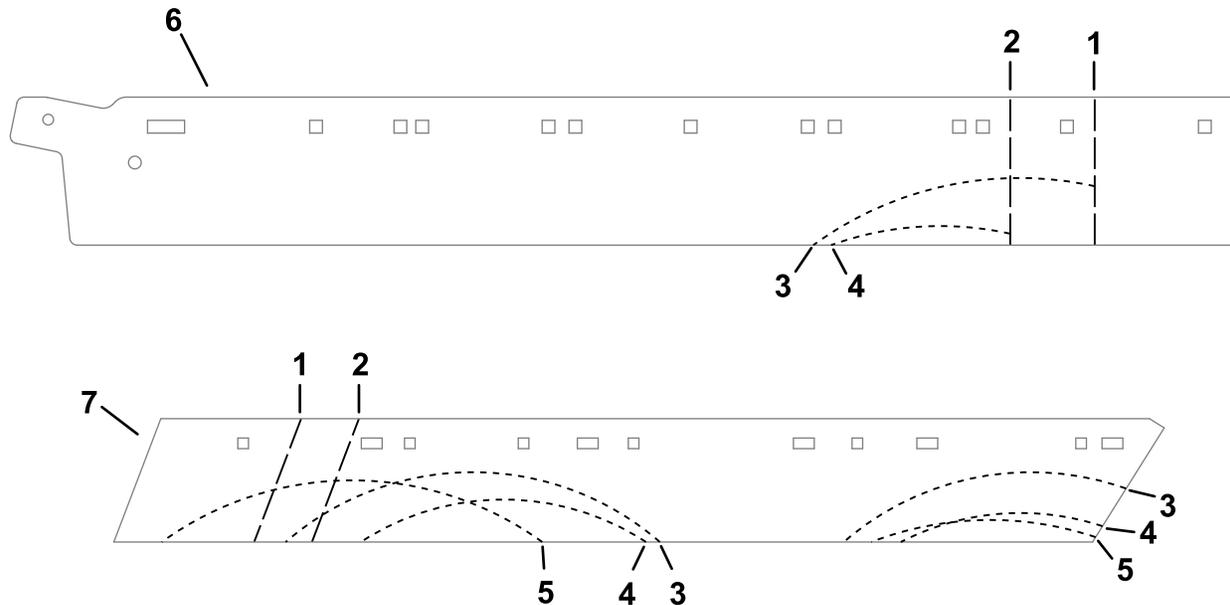

Figure 1
1. Coupez les déflecteurs en caoutchouc à la longueur correspondant à la taille spécifique du tablier, comme montré à la Figure 1. Coupez les déflecteurs au premier trait pour les tabliers de 132 cm (52 po) ou au second trait pour les tabliers de 122 cm (48 po).
2. Localisez les arcs de coupe associés à la taille du tablier et découpez la forme des arcs correspondants (Figure 1).